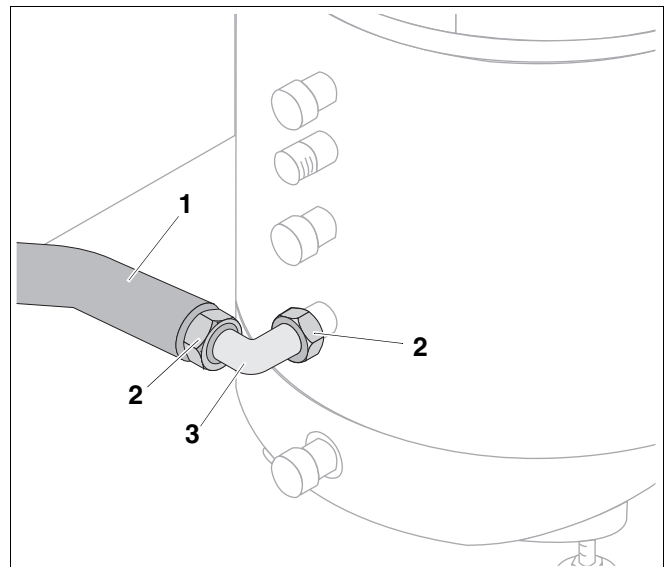

Fig. 5 Montar o esquadro no acumulador de aquecimento de água
- ▶ Colocar a vedação (fig. 5, [2]) na porca de aperto do esquadro (fig. 5, [3]) e aparafusar o esquadro no retorno do acumulador.
- ▶ Colocar a vedação (fig. 5, [2]) na porca de aperto da mangueira flexível curta revestida a metal (fig. 5, [1]) e aparafusar no esquadro.